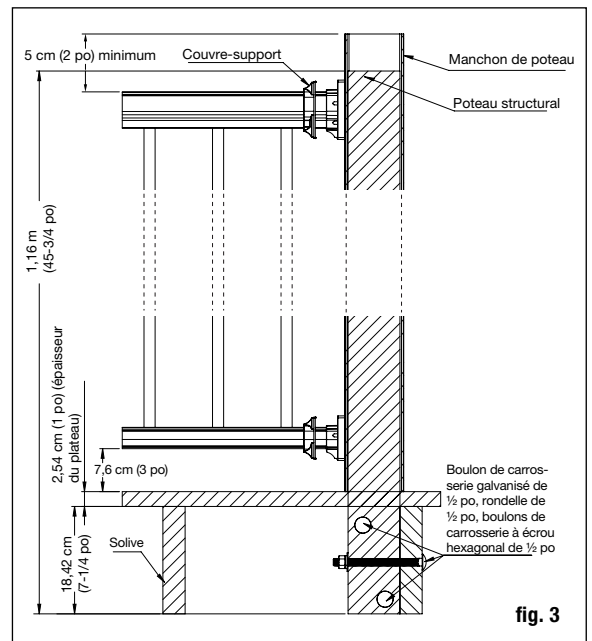

fig. 3
**Étape 2** Installez les poteaux du garde-corps avant d'installer les planches de terrasse. 4 x 4 poteaux de garde-corps ou supports de poteaux de charpente de pin traités sous pression ou de cèdre (article n° 215036, vendu séparément) fournissent la force nécessaire pour le garde-corps. Remarque : les supports de poteaux structuraux devraient être utilisés pour l'installation sur le béton. La longueur de chaque poteau est déterminée par la largeur totale de solive (généralement 18,42 cm (7 1/4 po)) + l'épaisseur du platelage 2,54 cm (1 po) + la hauteur du garde-corps 91,4 cm (36 po) + l'espacement pour le capuchon du poteau 5 cm (2 po) = 1,17 m (46 1/4 po). **Important : Ne faites pas d'encoche dans les poteaux de 4x4 du garde-corps. Cela réduirait la force du poteau et pourrait mener à une défaillance ou l'écrasement du garde-corps (fig. 3).**
**Étape 3** Placez, mettez à niveau avec un niveau et serrez le poteau de garde-corps sur la face intérieure de la solive. Remettez à niveau. Le poteau de garde-corps 4x4 devrait être boulonné à l'intérieur de la solive en utilisant deux boulons de carrosserie galvanisés de 1/2 po, des rondelles et des écrous. Les poteaux de coin utilisent un troisième boulon de carrosserie, des rondelles et des écrous insérés à travers les solives adjacentes (fig. 3).
**Étape 5** Taillez les manchons de poteaux 4x4 pour la longueur. Les manchons de poteaux devraient être d'au moins 5 cm (2 po) plus long que la hauteur du garde-corps (fig. 3). Exemple : Pour un garde-corps de 91 cm (36 po) de haut, découpez le manchon du poteau à au moins 96,52 cm (38 po), mais pouvant être laissé plus long si vous le désirez.
**Important : Ne faites pas d'encoche dans les poteaux de 4x4 du garde-corps. Cela réduirait la force du poteau et pourrait mener à une défaillance ou l'écrasement du garde-corps (fig. 3).**